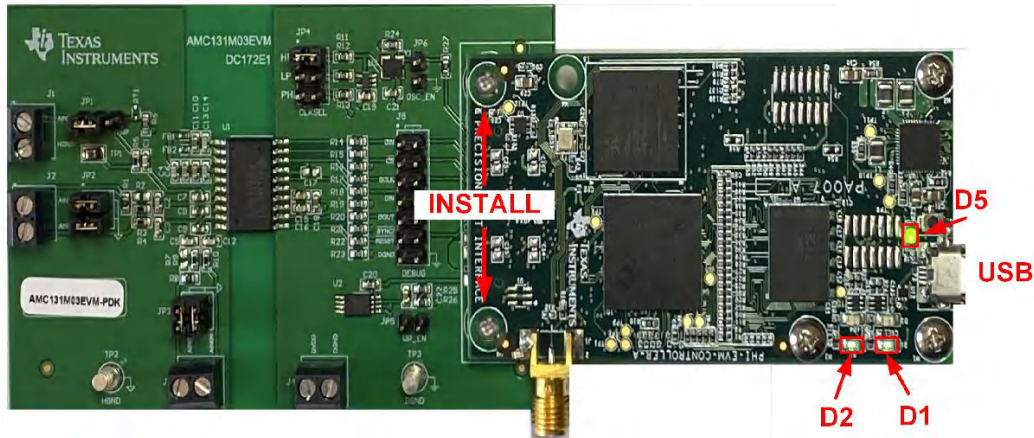

图 6-1. AMC131M03EVM 硬件设置和 LED 指示灯
1. 将 AMC131M03EVM 连接到 PHI。按图 6-1 中所示安装两个螺钉。
- PHI 上的 LED D1 和 D2 开始闪烁，表示 PHI 已启动并与 PC 进行通信；图 6-1 显示了相关 LED 指示灯